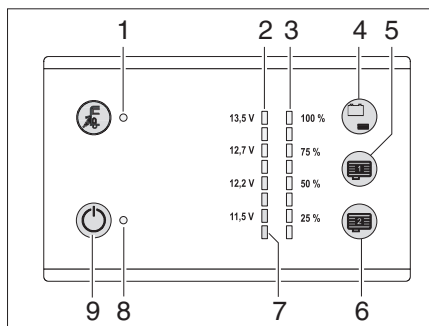

Fig. 91 Pannello di controllo LT 101 / LT 102
Il livello di riempimento del serbatoio dell'acqua può essere richiamato con il pulsante sensibile al tocco (Fig. 91,4).
- Toccare il pulsante sensibile al tocco (Fig. 91,4): il livello del serbatoio dell'acqua viene segnalato in quattro livelli dai LED (Fig. 91,3) (25 % ... 100 %).
Il LED rosso di avviso (Fig. 91,7) inizia a lampeggiare non appena la tensione della batteria dell'abitacolo scende fino a 11 V (misurazione durante il normale esercizio) con conseguente rischio che la batteria si scarichi completamente.
Con il pulsante sensibile al tocco (Fig. 91,4) si può richiamare lo stato di carica della batteria dell'abitacolo.
Indicazione: ■ Toccare il pulsante sensibile al tocco (Fig. 91,4): viene indicato lo stato di carica della batteria dell'abitacolo.
L'interruttore principale 12 V (Fig. 91,9) inserisce o disinserisce il pannello di controllo e l'alimentazione a 12 V dell'abitacolo.
Accensione: ■ Toccare il pulsante sensibile al tocco (Fig. 91,9): l'alimentazione a 12 V dell'abitacolo è inserita. La spia di controllo (Fig. 91,8) diventa verde.
Spegnimento: ■ Toccare di nuovo il pulsante sensibile al tocco (Fig. 91,9): l'alimentazione a 12 V dell'abitacolo è disinserita. La spia di controllo a 12 V (Fig. 91,8) si spegne.
- ▷ Se il LED di avviso della scarica completa (Fig. 91,9) lampeggia, l'alimentazione non può essere inserita, in quanto la tensione della batteria è troppo bassa.